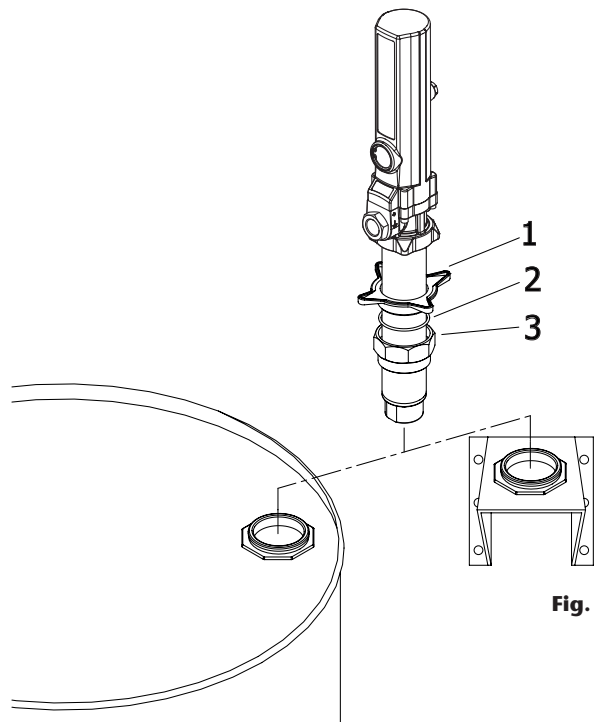

Fig. 2
The pump can be mounted directly on a drum or on a wall bracket fitted with a 2" bung (fig. 2). Loose the star nut (1) of the bung adaptor to remove the lower nut (3), and screw this into the 2" bung opening of the drum or bracket. Place the star nut (1) and the split ring (2) on the suction tube. Slide the pump through the opening and fasten the assemble at the desired height by tightening the star nut (1).
Cette pompe peut être installée directement sur fût ou sur un support mural muni d'un raccord 2" BSP (F) (Voir fig. 2). Desserrer le raccord en étoile (1) de l'adaptateur pour extraire la partie inférieure de ce dernier (2) et la fixer à l'orifice 2" du fût ou du support. Placer le raccord en étoile (1) ainsi que l'anneau (2) de l'adaptateur dans le tube et introduire la pompe par l'orifice du fût ou du support en serrant l'ensemble des éléments à la hauteur désirée.
La bomba puede ser montada directamente sobre bidón o sobre un soporte mural que dispongan de rosca 2" BSP H (fig. 2). Afloje la tuerca en estrella (1) del adaptador para extraer la parte inferior del mismo (3) y róscuela en el brocal de 2" del bidón o del soporte. Coloque la tuerca en estrella (1) y el anillo (2) del adaptador en el tubo, introduzca la bomba por el brocal y apriete el conjunto a la altura deseada.